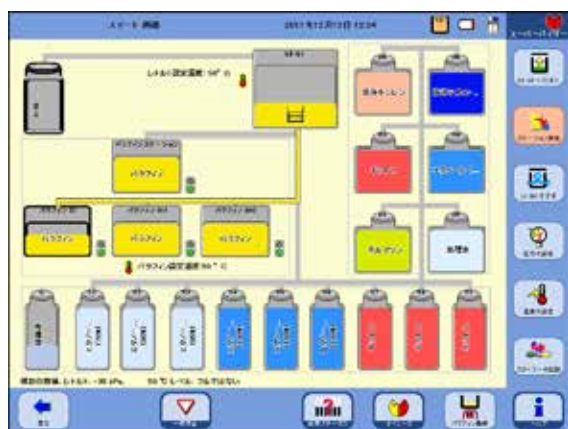

図 183
- グラフィック表示付きプログラム画面が開きます。ステーションはすべて試薬グループ別に色分けされています（図 183）。プログラムを実行するには、「スタート」ボタンを押し、レトルトのレベル（バスケット数）を選択します。